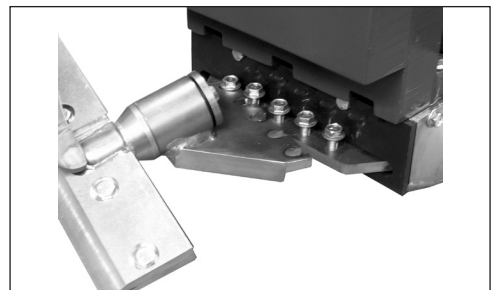

FIG. 8
1. Monter l'équipement angulaire sur le support de la tête de coupe (Figure 8).